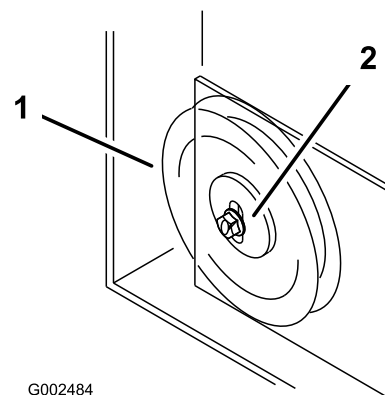

Figure 54
11. Si la plaque de la poulie de tension touche le bout de la fente de réglage et qu'il faut encore tendre la courroie, une légère modification de la poulie de tension fixe droite peut offrir un réglage de tension supplémentaire (Figure 54).